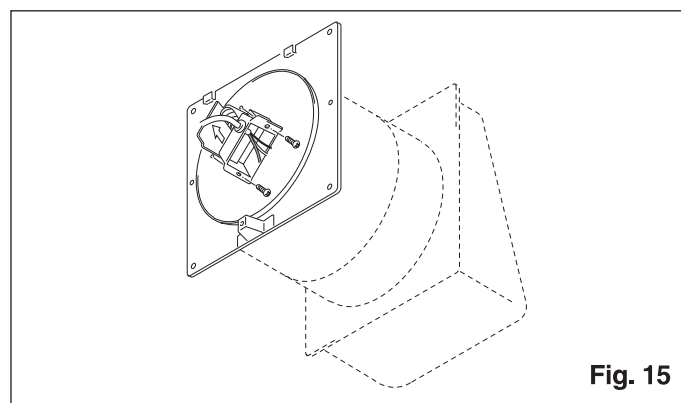

Fig. 15
11. Remettre en place la boîte de raccordement sur la traversée et reposer le couvercle (voir Fig. 15).